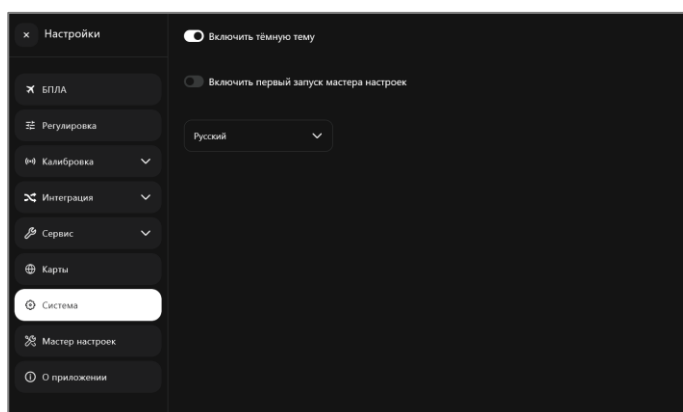

Рисунок 119 – Темная тема
- включение темной темы интерфейса (рисунок 119);